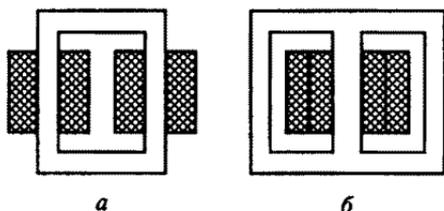

Рис. 171
6.3. Какие трансформаторы изображены на рис. 171?
2. На рис. 171, *а* стержневого типа, а на рис. 171, *б* броневое.
3. На рис. 171, *а* броневое типа, а на рис. 171, *б* стержневого.